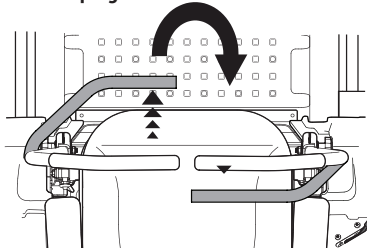

Figure 32
2. Pour tourner dans le sens horaire, déplacez le levier de contrôle gauche de la barre abdominale vers l'avant tout en déplaçant simultanément le levier de contrôle de la barre abdominale droite vers l'arrière (Figure 32).